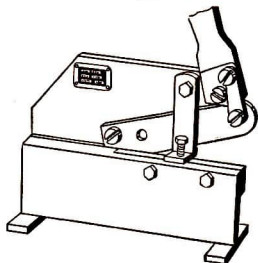

Bild 13 Doppelt übersetzte Hebelschere
11. Zeichne in die Schere (Bild 13) die Hebel ein!
12. Warum wird die Schere (Bild 13) als doppelt übersetzte Hebelschere bezeichnet?